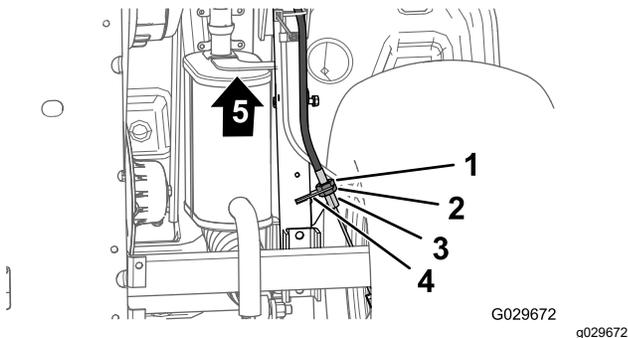

Figura 68
- En la parte inferior de la máquina, afloje 4 vueltas la contratuerca trasera del ajustador roscado del cable del freno de estacionamiento (Figura 68).
- Apriete la contratuerca delantera (Figura 68).
- Afloje 1 vuelta la contratuerca delantera (Figura 68) del ajustador roscado del cable del freno de estacionamiento.
- Apriete la contratuerca trasera (Figura 68).
- Afloje 1 vuelta la contratuerca trasera (Figura 68) del ajustador roscado del cable del freno de estacionamiento.